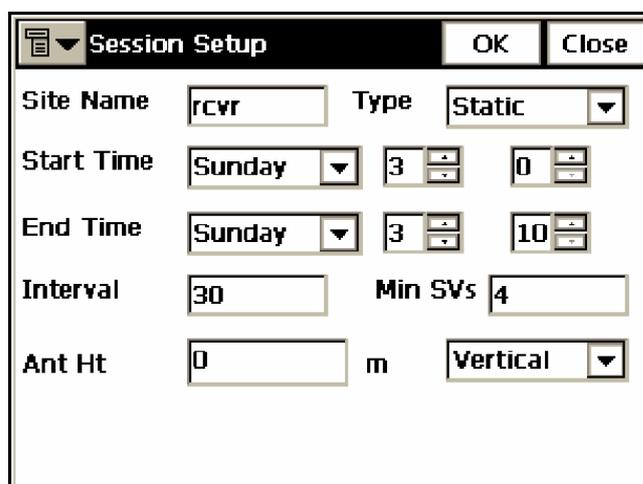

Рисунок 4-47. Настройка сеанса
1. Чтобы создать новый сеанс, нажмите кнопку **Add** (**Добавить**) в левой части экрана. Откроется окно **Session Setup** (**Уст-ки сеанса**) (рис. 4-47).